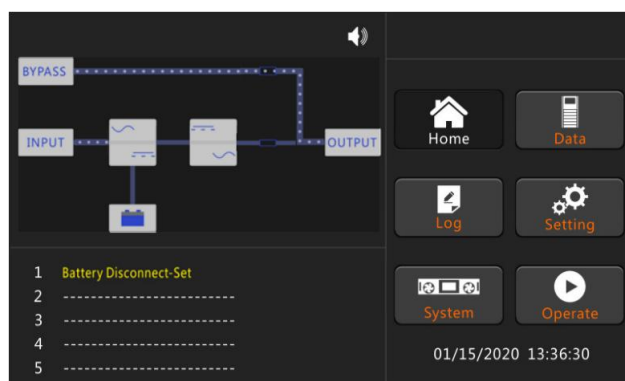

Fig.4-2 LCD du démarrage de la dérivation
5. Après environ 30 S, le démarrage du redresseur est terminé, le commutateur statique de dérivation est activé et l'indicateur de dérivation clignote, comme le montre la figure 4-2